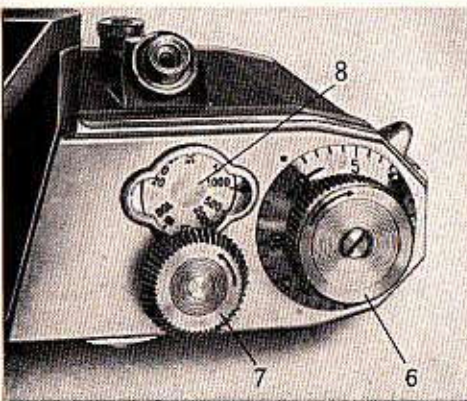

Abb. 1
Durch eine volle Drehung des Knopfes (6) (Abb. 1) in Pfeilrichtung bis zum harten Anschlag – rote Strichmarke im Rändel und roter Punkt müssen sich nun wieder gegenüberstehen – wird der Verschuß gespannt. Dabei werden der Film und die Bildzählscheibe automatisch weitergeschaltet und der Spiegel für die Beobachtung des Bildes im Sucher eingeschwenkt.
Auf der Zeitscheibe (8) befinden sich schwarze Zahlen für die kurzen Momentzeiten  $\frac{1}{1000}$  Sek. bis  $\frac{1}{60}$  Sek. und rote Zahlen für die langen Momentzeiten  $\frac{1}{20}$  Sek. bis 1 Sek. und Stellung „B“ für beliebig lange Zeitaufnahmen (Abb. 1).
Die Verstellung ist bei gespanntem Verschuß in beiden Drehrichtungen, bei abgelaufenem Verschuß jedoch nur in Pfeilrichtung (s. Abb. 1) möglich.